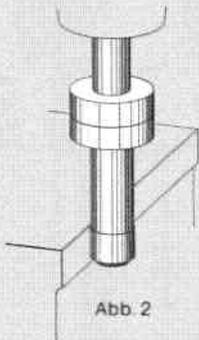

Abb. 2
3. Zentriergerät behutsam an das Werkstück heranhelfen bis sich annähernd Rundlauf einstellt (Abb. 2).